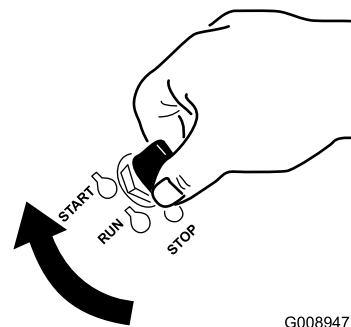

Figura 21
- Rode a chave da ignição para a posição ARRANQUE (Figura 21).